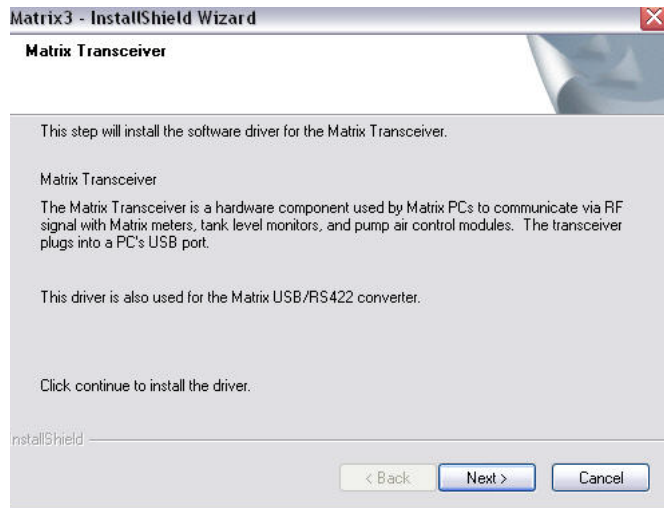

图 9
11. 系统对 Matrix 数据库进行配置。显示（图 9）中所示的 Matrix 收发器屏幕时，选择“下一步”开始收发器驱动程序的安装。